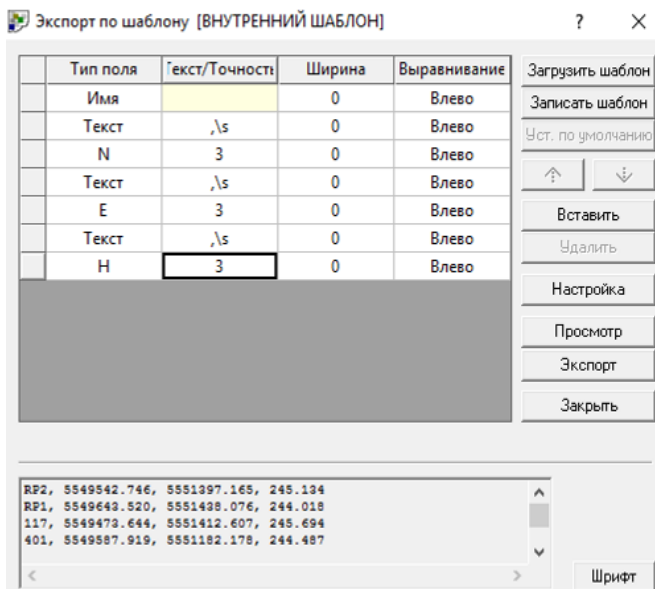

Рисунок 2.5 – Налаштування експорту у текстовий формат
2. У вікні експорту є можливість налаштувати розділовий знак між значеннями експортованих імен, координат та висот – необхідно змінити значення у колонці **Текст/Точність [Текст/Точность]** у рядках **Текст [Текст]**. Встановити необхідну кількість знаків після коми можна змінюючи відповідне число у колонці **Текст/Точність [Текст/Точность]** у рядках **N, E, H** (рис. 2.5).
Є можливість відразу, у нижній частині вікна, переглянути вигляд майбутнього файлу після експорту. Для цього слід натиснути кнопку **Перегляд [Просмотр]** (рис. 2.5).